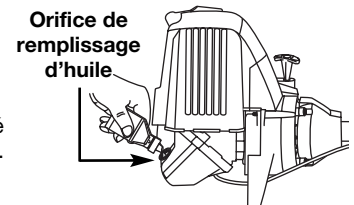

Fig. 2
2. Placez l'appareil sur une surface horizontale plane (Fig. 2).